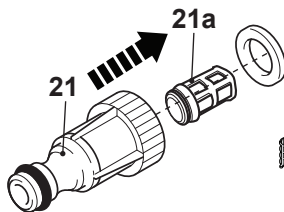

Fig. 26-1
2. Desparafuse e remova o adaptador da mangueira de entrada de água (21) da entrada de água (6).
3. Desmonte o adaptador da mangueira de entrada de água (21) (Fig. 26-1).